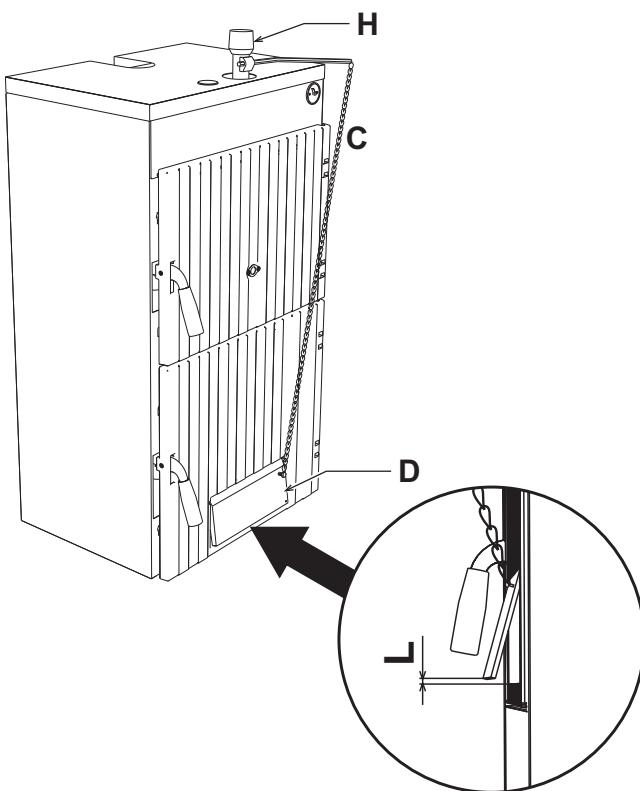

fig. 2 - Instalarea
2. Montați regulatorul termostatice "H"fig. 2.
4. Reglați surubul de reglare al ușitei pentru priza de aer astfel încât, când ușita este sprijinită, să rămână în orice caz o trecere pentru aer de circa 1 - 2 mm maxim. Cu centrala rece, poziționați termostatul de reglare la 60°. Agătați lanțul "C" de ochiul corespunzător "D" al ușitei prizei de aer, regându-i lungimea astfel încât trecerea pentru aer "L" (fig. 2) să fie de circa 15 mm pentru "cocs III" și 2 mm pentru "lemn".
Reglați surubul de reglare al ușitei pentru priza de aer astfel încât, când ușita este sprijinită, să rămână în orice caz o trecere pentru aer de circa 1 - 2 mm maxim. Cu centrala rece, poziționați termostatul de reglare la 60°. Agătați lanțul de ochiul corespunzător al ușitei prizei de aer, regându-i lungimea astfel încât trecerea pentru aer "L" (fig. 2) să fie de 15 mm pentru "cocs III" și 2 mm pentru "lemn".